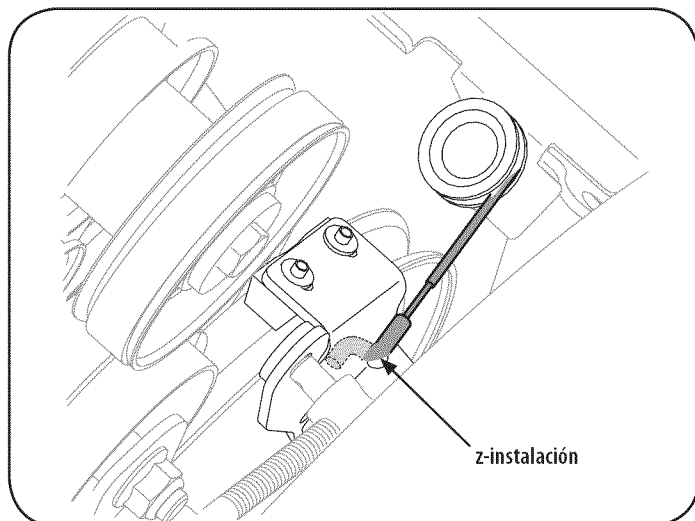

Figura 32
3. Tire la palanca del freno hacia el soporte de montaje del cable guía de rodillos y desenganche de la barrena de cable z-montaje. Vea la Figura 32.